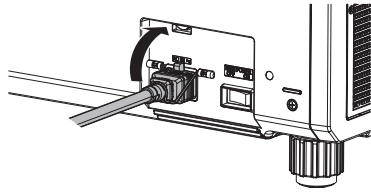

図 1
- 1) 電源コードが差し込めるように電源コードホルダーが上に持ち上がっていることを確認する（図1）
- 2) 電源コードを固定している電源コードホルダーを上を持ち上げる（図1）
- 2) 電源コードを固定している電源コードホルダーを上を持ち上げる（図 1）